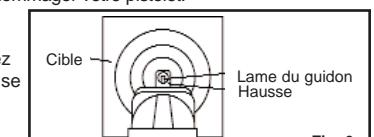

Fig. 6
- La ligne de mire de votre pistolet soft air est réglée correctement lorsque la lame du guidon est située exactement dans l'encoche de la hausse. Le dessus de la lame du guidon doit être à la même hauteur que le dessus de l'encoche de la hausse. Le point de mire doit sembler reposer sur le dessus du guidon (Fig. 6).